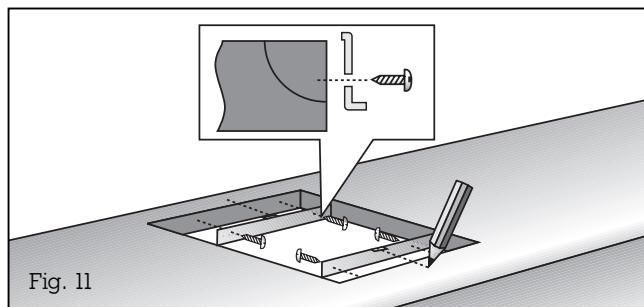

Fig. 11
- **Contrassegnate esattamente il centro dell'intaglio.** Fissate le guide nell'intaglio su entrambi i lati. Fissate le guide sul bordo anteriore e posteriore dell'intaglio. Badate che le sporgenze della guida poggino sul piano di lavoro e che il contrassegno del centro della guida corrisponda esattamente a quello del piano di lavoro (Fig. 11).